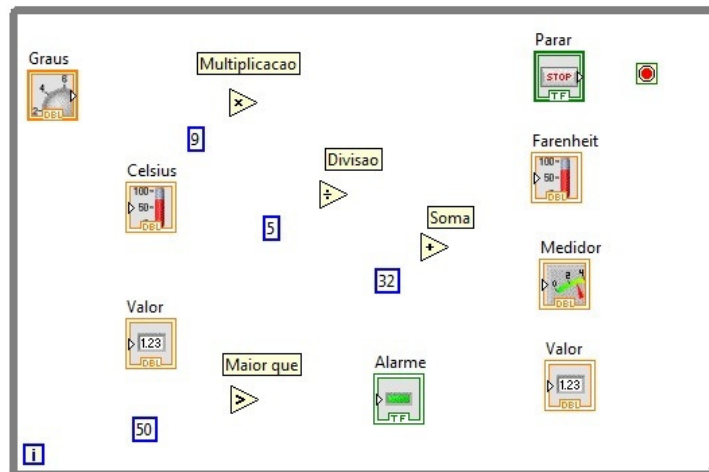

Figura 17 – Diagrama de bloco com todas as interligações do sistema de conversão.
12. Após dispor os blocos pela ordem lógica, para ligá-los, selecione na paleta de ferramentas a ferramenta “Wiring”. O cursor muda para um pequeno carretel de linhas. Aponte com o mouse para a periferia do bloco e verá surgir às ligações. Ligue às saídas as entradas desejadas, de acordo com as operações: (i) ligue a saída do botão Graus a entrada do bloco multiplicação; (ii) ligue a segunda entrada do bloco multiplicação a uma constante de valor 9; (iii) ligue a saída do bloco multiplicação a entrada superior do bloco divisão; (iv) ligue a segunda entrada do bloco divisão a uma constante de valor 5; (v) ligue a saída do bloco divisão a entrada do bloco soma; (vi) ligue a segunda entrada do bloco soma a uma constante de valor 32; (vii) ligue a entrada do botão Graus, indicador Celsius e Valor a primeira entrada do bloco multiplicação; (viii) ligue a saída do bloco soma aos blocos indicadores Fahrenheit, Medidor e Valor; (ix) ligue a saída do bloco comparação (Maior que) ao bloco indicador de Alarme; (x) ligue a entrada do bloco indicador Gaus, Celsius e Valor a primeira entrada do bloco comparador; (xi) ligue a segunda entrada do bloco comparador a uma constante de valor 50; (xii) ligue a saída do botão Parar ao botão “Loop Condition” da estrutura “While Loop”. A Figura 17 apresenta o diagrama de bloco completo, com todas as